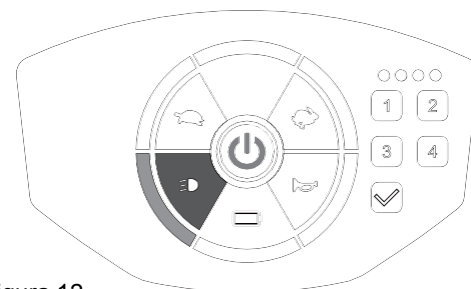

Figura 12
- Desligue premindo o botão de novo. A luz [🚦] apagará no painel. (Figura 12)